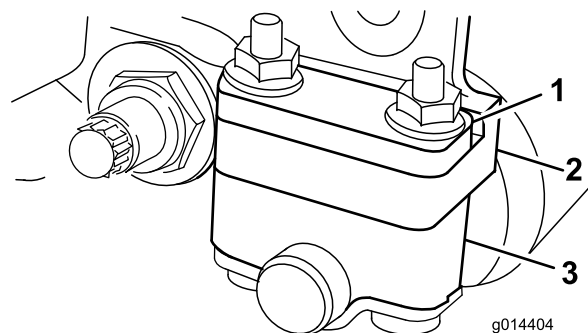
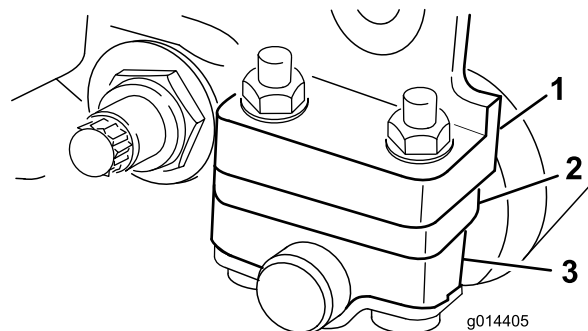

Bild 6
Bild 7
zwischen 1,5 mm und 6,0 mm liegen, wie in Bild 6 abgebildet.
- Positionieren Sie das Distanzstück unter den Montageflansch der Seitenplatte, wenn die Einstellungen für den Schnitthöhenbereich zwischen 3 mm und 25 mm liegen, wie in Bild 7 abgebildet.
Abhängig von dem gewünschten Schnitthöhenbereich, müssen Sie die Heckrollenhalterungen (Bild 6 oder Bild 7) auf die niedrige oder hohe Stellung einstellen:
4. Legen Sie die Distanzstücke je nach Bedarf über oder unter den Rollenhalterungen auf die Schrauben (Bild 6 oder Bild 7).